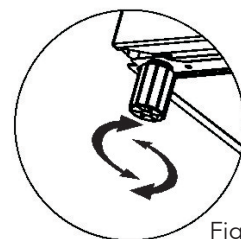

Fig. 4
- Para que la cocina quede perfectamente asentada, regule la posición de las dos patas traseras girándolas hasta encontrar la nivelación perfecta (Fig. 4).
- La entrada de alimentación de la cocina se encuentra a la derecha de la misma (Fig. 4).